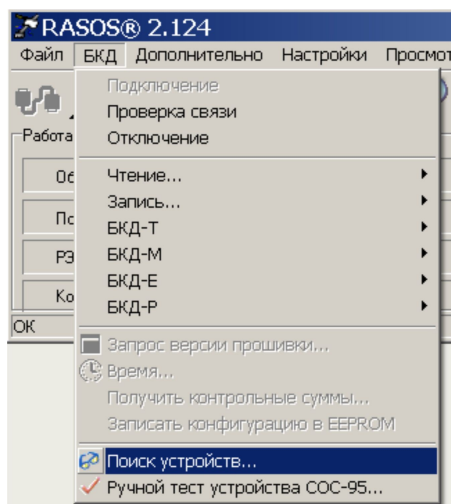

Рисунок 129
8) Выполнить поиск адресных блоков, подключенных к БЖД-М по интерфейсу СОС-95, выбрав пункт меню «БЖД\Поиск устройств...» (рисунок 129).